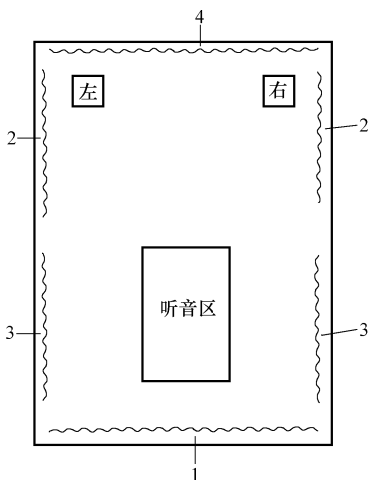

图 4-86 室内吸声材料装饰次序示意图
1) 首先处理后墙体表面。如图 4-86 所示是室内吸声材料装饰次序示意图, 后墙体要采用强吸声材料, 使之形成弱反射面, 这对重现立体声场的宽度和厚度有益。其次, 处理前场两侧墙体表面, 再处理后场两侧墙体表面, 如图 4-86 所示。